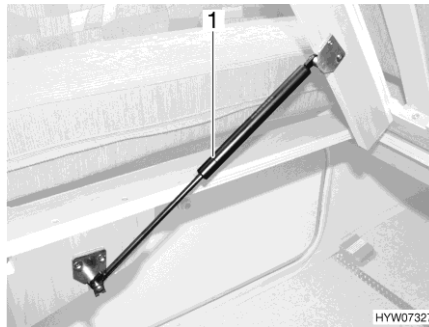

Fig. 129 Letto fisso
- Sollevare il telaio portamaterasso. Le molle a gas (Fig. 129,1) mantengono il telaio portamaterasso in posizione di apertura.